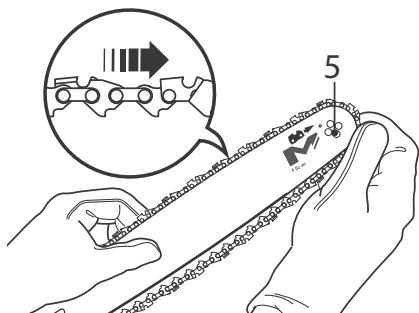

Fig. 5
- > Introduzca la cadena en la ranura alrededor de la barra guía (Fig. 5).